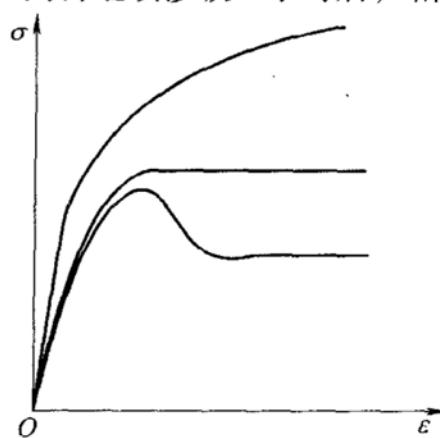

图 10-4 第七题第 2 小题图
- 面心立方金属铜在三种不同条件下的真应力-应变曲线如图 10-4。说明它们可能是在怎样的温度和应变速率下形成的？为何有